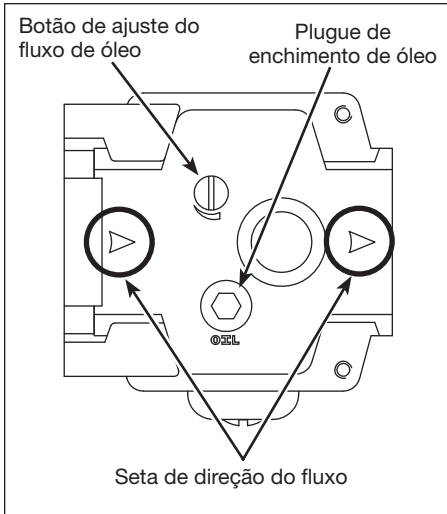

Figura 2 - Detalhe exibindo o local da seta de direção de fluxo e o plugue de enchimento de óleo
1. Localize a seta da direção do fluxo de ar (consulte a Figura 2, detalhe). Essa seta mostra a direção do fluxo de ar.
3. Verifique se a seta está voltada para a direção do fluxo de ar (consulte a Figura 2).
(Consulte a Figura 2). Gire no sentido anti-horário para obter uma maior entrada de óleo ou no sentido horário para uma menor. A taxa de entrada de óleo se ajusta automaticamente às alterações no fluxo de ar.
4. O lubrificante pode ser enchido enquanto o sistema está sob pressão. Remova lentamente o plugue de enchimento de óleo (Consulte a Figura 2) para permitir o alívio da pressão do ar. Após o plugue de enchimento de óleo ser removido, despeje óleo no lubrificante e substitua-o. Recoloque o plugue de enchimento de óleo antes de retomar a operação. De maneira alternativa, o reservatório pode ser removido uma vez que o plugue de enchimento de óleo for removido. Se o reservatório for removido para substituir o óleo, certifique-se de que o reservatório tenha sido colocado no lugar novamente e que seu anel tenha sido apertado antes de recolocar o plugue de enchimento de óleo.